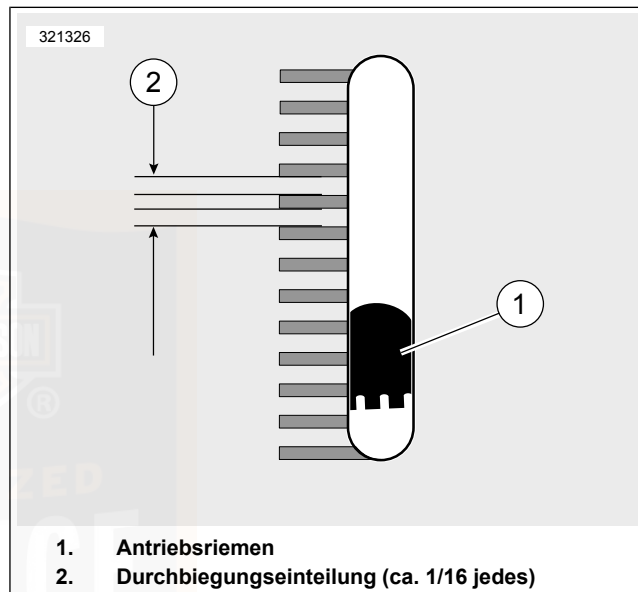

Abbildung 66. Sichtfenster der Riemendurchbiegung
- a. Den O-Ring (4) zur Null-Markierung (3) schieben.
- b. Riemenhalterung (2) an der Unterseite des Antriebsriemens anlegen, linear mit dem Riemendurchbiegungs-Sichtfenster.
- c. Den Knopf (6) nach oben drücken, bis der O-Ring nach unten auf die Markierung 4,54 kg (10 lb) (5) rutscht; dort festhalten.
3. Siehe Abbildung 66 . Die Riemendurchbiegung durch das Riemendurchbiegungs-Sichtfenster messen und dabei das Prüfgerät ruhig halten. Jede Durchbiegungseinteilung entspricht ungefähr 1,6 mm (1/16 Zoll).